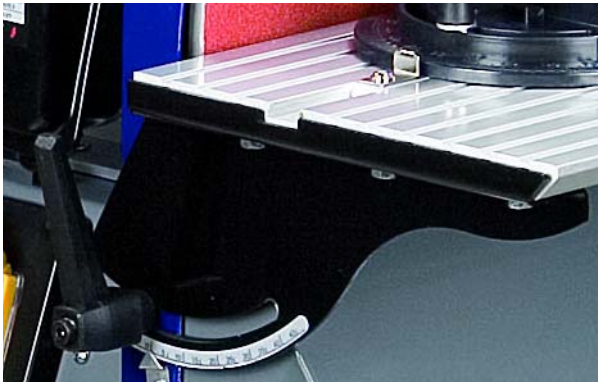

Abb. 19: Neigungswinkel einstellen
Schritt 1: Den Klemmhebel unter dem Arbeitstisch lösen (Abb. 19).